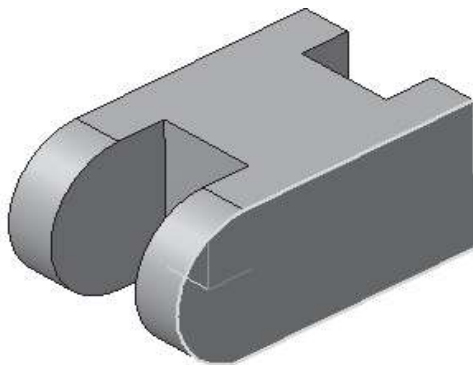

Рис. 14.5
- Выделите переднюю грань (рис. 14.5).